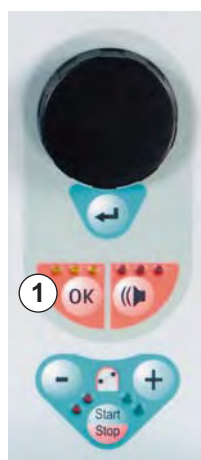

Fig. 10-5 Tasto *OK* con LED gialli
Questo tipo di messaggi di avvertenza è indicato anche da LED gialli che lampeggiano sopra il tasto *OK* (Fig. 10-5, ①).